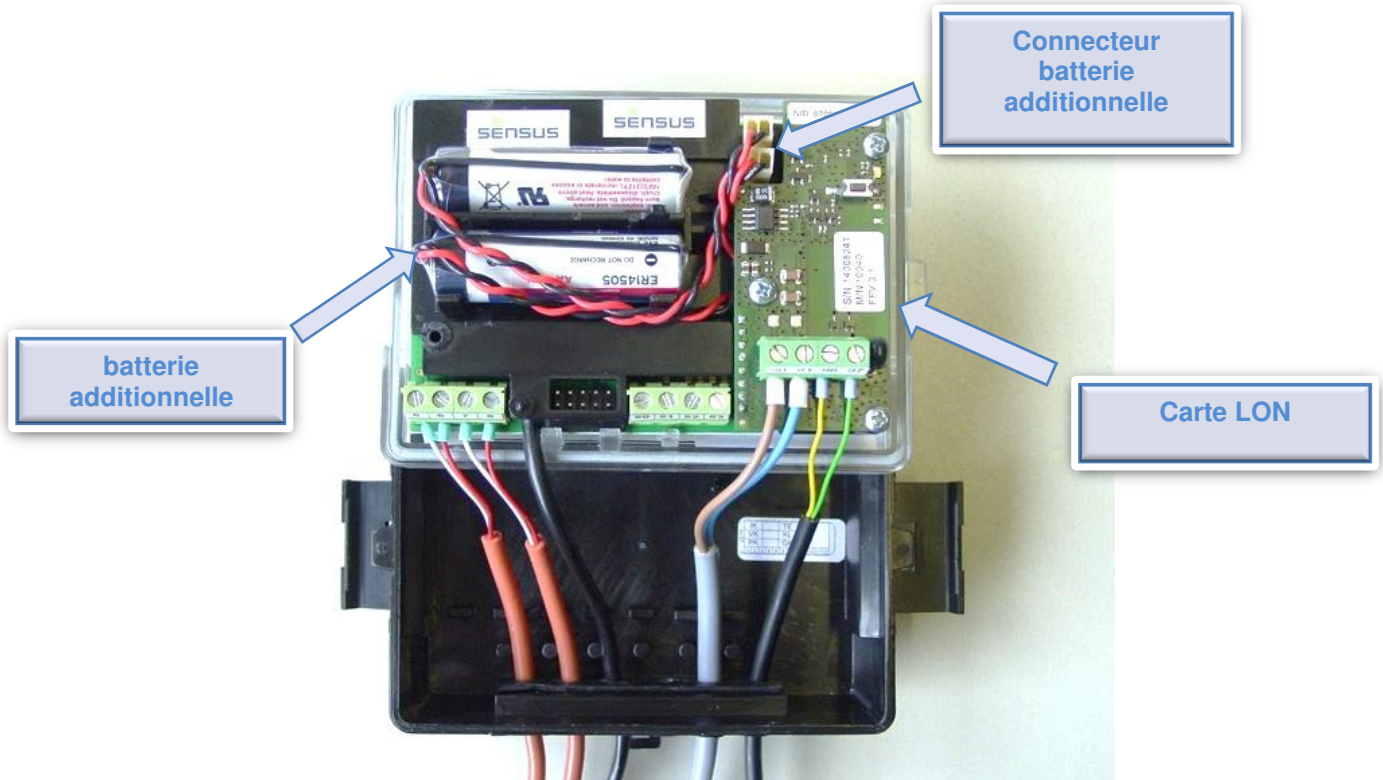

Figure 2 : installation batterie + carte LonWorks
- Brancher la batterie sur le 2^{ème} connecteur disponible (voir figure 2)